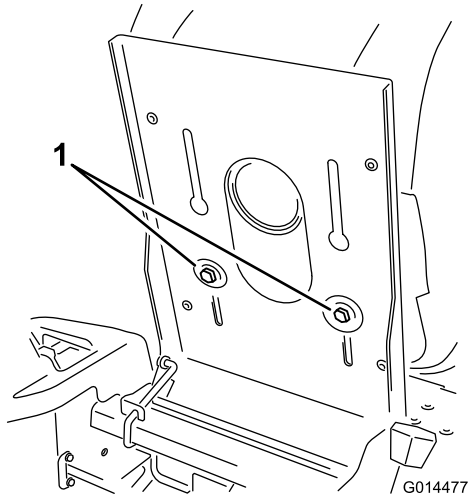

Bild 24
1. Klappen Sie den Sitz hoch und lösen Sie die Einstellschrauben etwas, um den Sitz zu bewegen (Bild 24).